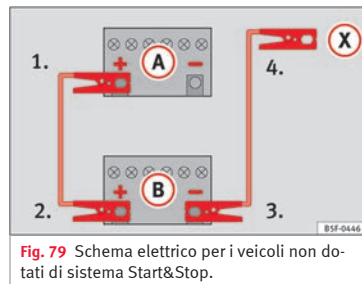

Fig. 79 Schema elettrico per i veicoli non dotati di sistema Start&Stop.
2. Collegare un'estremità del cavo di emergenza **rosso** al polo positivo (+) del veicolo con la batteria scarica (A) » fig. 79.
3. Collegare l'altra estremità del cavo di emergenza **rosso** al polo positivo (+) della batteria che fornisce la corrente (B).
- 4a. *Nei veicoli senza sistema Start/Stop:* collegare un'estremità del cavo **nero** di emergenza al polo negativo (-) del veicolo che eroga la corrente (B) » fig. 79.
- 4b. *Nei veicoli con sistema Start/Stop:* collegare un'estremità del cavo **nero** di emergenza (X) a un terminale di massa idoneo, a un elemento metallico massiccio »